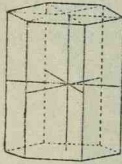

Fig. 144. Prisma hexagonală de întâiul fel.
**Prisma hexagonală**, fig. 144, este forma primitivă a acestui sistem. Ea are 2 fețe bazice, hexagoane regulate, și 6 fețe laterale; dreptunghiuri egale. *Axa principală* unește mijlocul bazelor. *Axele*